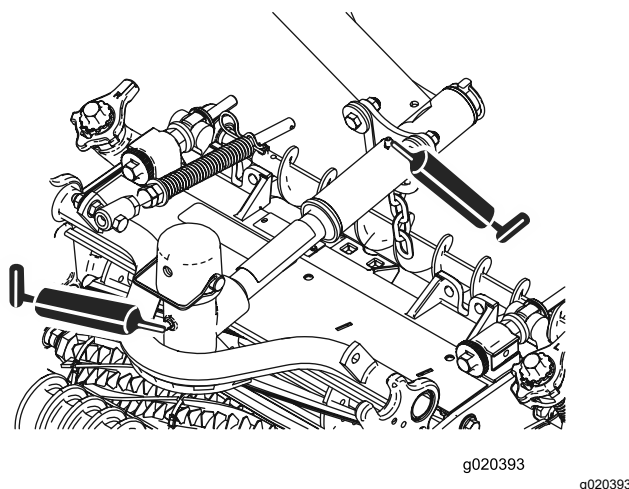

Figure 59
- Pivots d'unité de coupe (2 chacune) ; voir Figure 59.